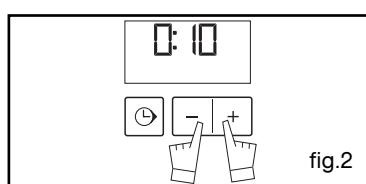

fig.2
- Prima, ao mesmo tempo, as teclas + e - durante uma dezena de segundos até o visor apresentar “CO” para entrar no modo de regulação (fig.2).
Após ter definido a luminosidade da sua escolha, aguarde alguns minutos e acerte novamente o relógio do programador (fig.2).